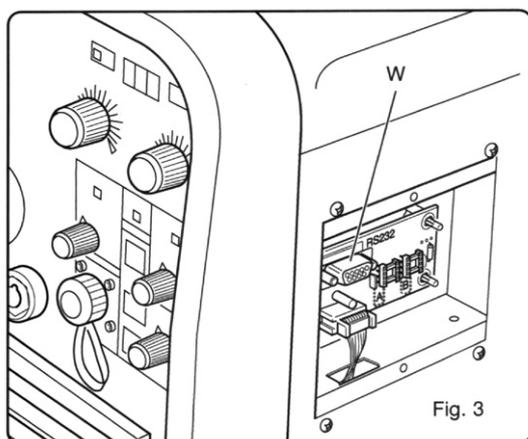

Fig. 3
4.4 Conector tipo DB9 (RS 232) (fig. 3)